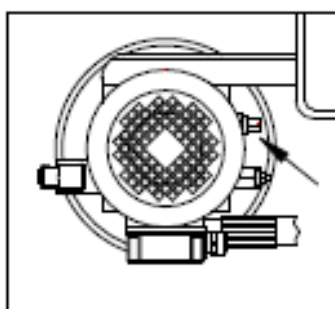

Fig. 15
2. La válvula de presión máxima (fig.15), ubicada en la unidad de potencia del aceite hidráulico, se disparará si el elevador está sobrecargado.